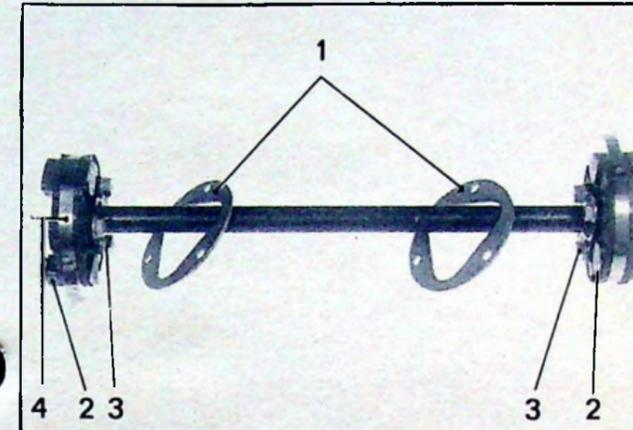

Fig. 1
Habiller l'arbre de commande (voir figure 1) : Engager les plaquettes de centrage (1) sur l'arbre, mettre en place les paliers élastiques (2) et serrer les vis de fixation (3) (rondelle contact).
- Supprimer les sangles (4) des paliers élastiques (2) (voir figure 1).